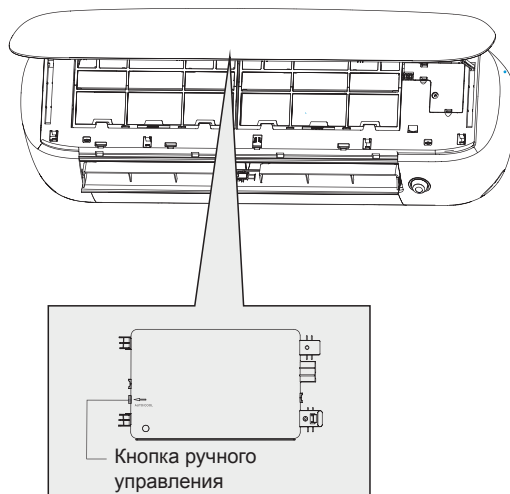

Рис. 8.1
2. Кнопка **MANUAL CONTROL** расположена за дисплеем внутреннего блока. Чтобы перейти в режим COOL, нажмите кнопку 2 раза (*см. рис. 8.1*).